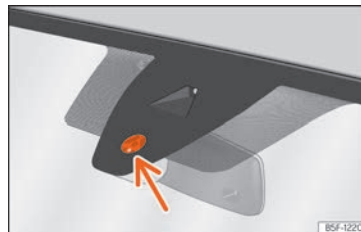

Fig. 109 Superficie sensible del sensor de lluvia.
Las posibles causas de anomalías e interpretaciones erróneas en la zona de la superficie sensible » **fig. 109** del sensor de lluvia son, entre otras:
- Limpie regularmente la superficie sensible del sensor de lluvia » fig. 109 (flecha) y compruebe posibles daños en las escobillas.